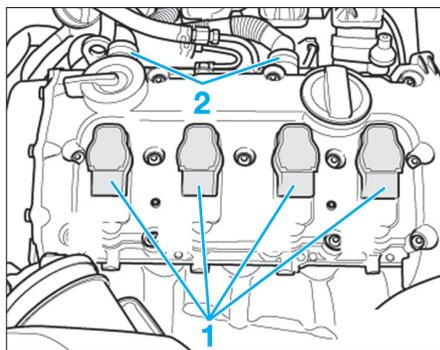

Fig. 53
- Débrancher les connecteurs (1) et les séparer en même temps des bobines d'allumage (Fig.53).
- Débrancher les durits (2) du couvre-culasse.